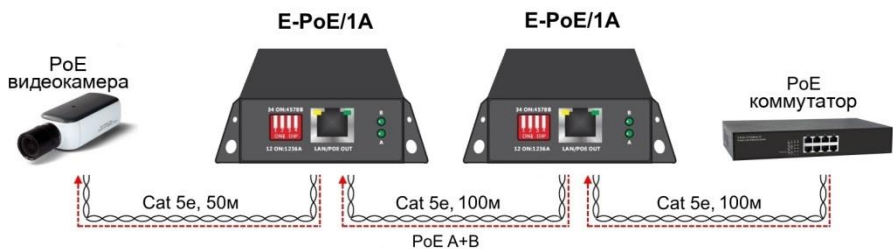

Рис.7 Схема подключения удлинителя E-PoE/1A в каскадном режиме
*50м. после 2-го удлинителя (Рис.7)
- При включении удлинителей в каскадный режим (Рис.7) используйте метод подачи PoE A+B на линии между удлинителями;
250м	21 Вт каскадное подключение (Рис.7)